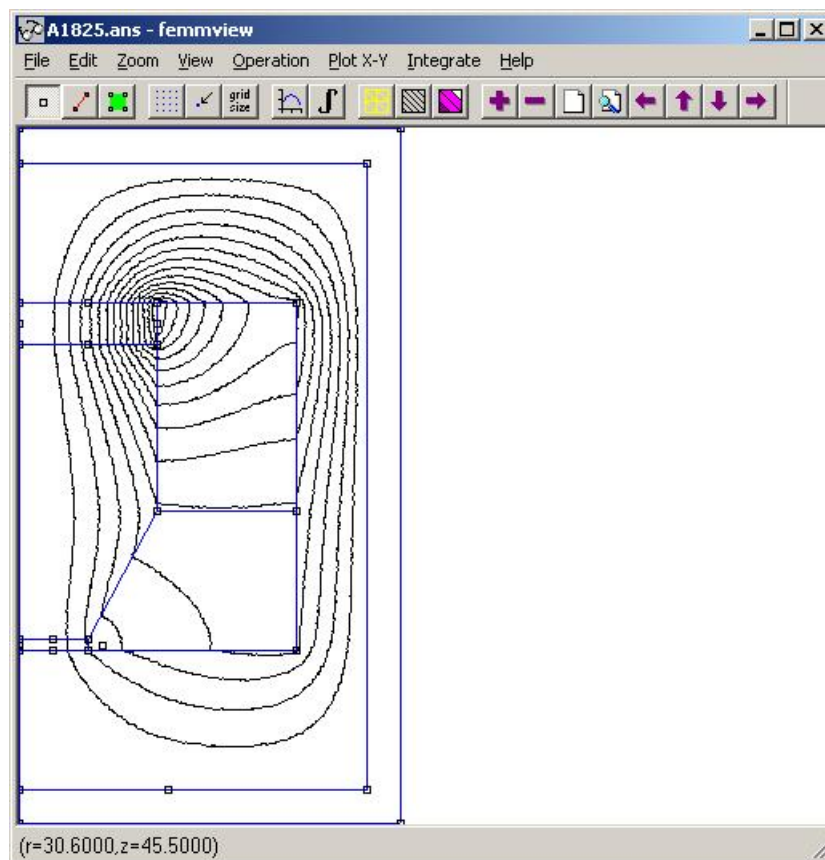

Abb.7 Das Modul femmview zeigt das Ergebnis der Feldberechnung an.
- Unmittelbar erscheint ein Isolinenbild des soeben berechneten Vektorpotenzials (Abb. 7), das sich als Röhrendarstellung des magnetischen Flusses interpretieren lässt.